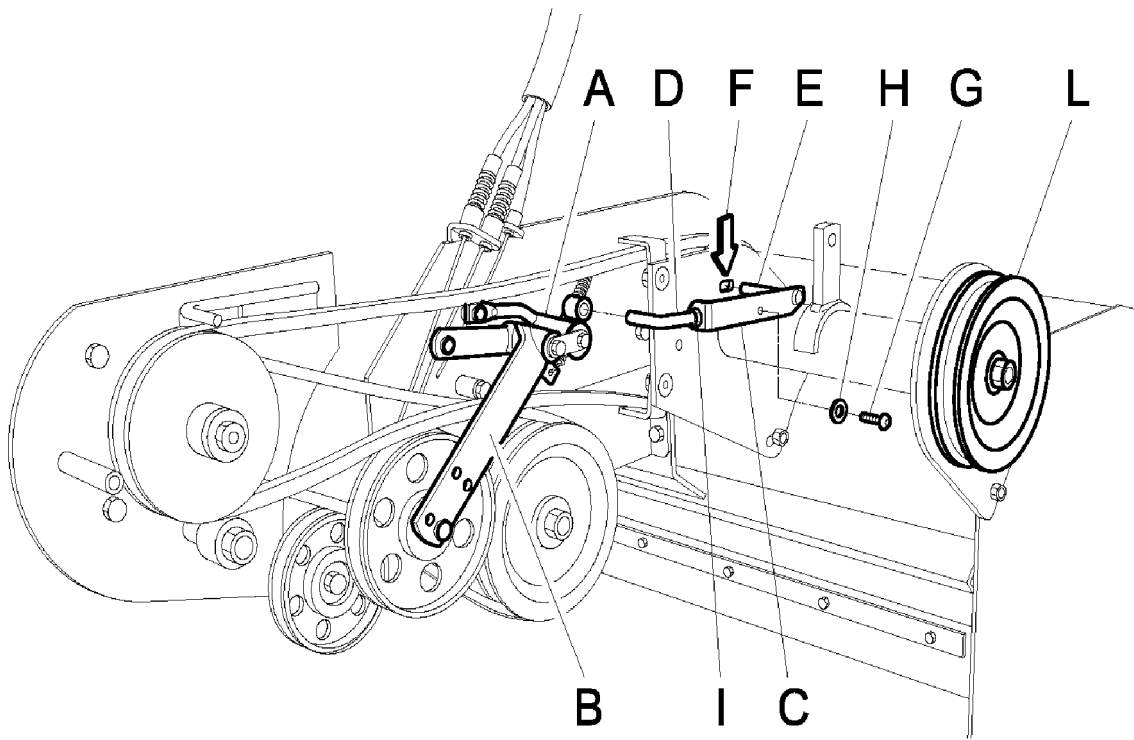

Figure 6
Après avoir retiré la vis de réglage du frein (Fig. 6, réf. C) en dévissant la vis prévue à cet effet (Fig. 6 Réf. G) procéder comme suit pour obtenir un fonctionnement correct de la machine :
Vérifier que le renvoi de commande du frein du rotor (Fig. 6 réf. A) soit en position de repos, c'est-à-dire appuyé au tendeur de rotation du rouleau.(Fig. 6 Réf. B)
Placer la commande du frein rotor (Fig. 6 Réf. C) déjà pré-équipée du goujon fileté (Fig. 6 réf. D) de façon à ce que le goujon fileté entre dans le logement du renvoi de commande du frein du rotor prévu à cet effet (Fig. 6 Réf. A) sans que le frein ne bouge de sa position de repos et de sorte que le goujon (Fig. 6 réf. E) de commande du frein butte dans la partie antérieure de la boutonnière de renvoi des poulies sans forcer (Fig. 6 réf. F).
Fixer la commande du frein du rotor à l'aide de la vis (Fig. 6 réf. G) en veillant à ce que cette dernière coulisse facilement : la rondelle (Fig. 6 réf. H) doit pouvoir bouger librement après serrage du contre-écrou prévu à cet effet.
Lors du blocage du contre-écrou du goujon fileté (Fig. 6 réf. I), vérifier que le goujon reste suffisamment libre à l'intérieur du siège prévu à cet effet dans le mouvement du commande du frein (Fig. 6 Réf. A), et ce sans forcer pour entrer.
Lorsque le levier d'embrayage du rotor se trouve dans cette position, vérifier que la poulie du frein puisse tourner en agissant d'une main sur cette dernière (Fig. 6 Réf. L) ; dans le cas contraire, agir sur la vis de réglage du câble du frein du rotor afin de permettre à la poulie de tourner (Fig. 5 Réf. E).
- Retirer la vis de réglage du frein (Fig. 6 Réf. C) en dévissant la vis (Fig. 6 Réf. G).